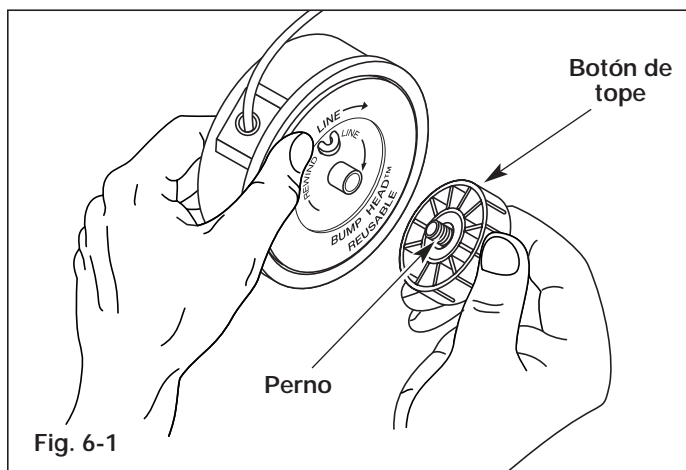

Fig. 6-1
1. Sostenga la bobina exterior con una mano y desenrosque el botón de tope en sentido antihorario (Fig. 6-1). Inspeccione el perno de adentro el botón de tope para verificar que se mueva con libertad. Cambie el botón de tope si está dañado.
1. Sostenga la bobina exterior con una mano y desenrosque el botón de tope en sentido antihorario (Fig. 6-1). Inspeccione el perno dentro del Bump Knob para verificar que se mueva con libertad. Cambie el botón de tope si está dañado.